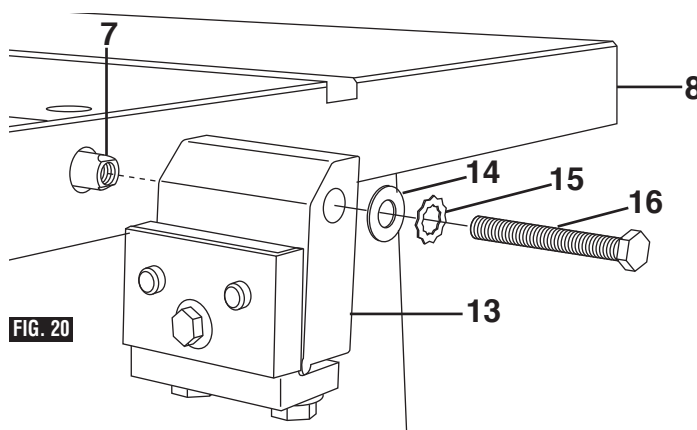

FIG. 20
1. From among the loose parts, locate the following hardware (Fig. 20).
1. Align flats on inside of spreader support assembly **13** with flats on end of pivot rod **7** located on back side of table **8** and securely fasten to pivot rod **7** using the 1/4-20 x 2" long hex bolt **16**, 1/4" external tooth lockwasher **15** and flat washer **14** (Fig. 20).
1. Mettez les méplats aménagés à l'intérieur de l'ensemble de support du séparateur **13** en face de ceux de l'axe de pivot **7** situé à l'arrière de la table **8** et fixez fermement l'ensemble à l'axe de pivot **7** avec le boulon à tête hexagonale de 1/4 po –20 x 2 po de long **16**, la rondelle éventail à dents externes de 1/4 po **15** et la rondelle plate **14** (Fig. 20).
1. Alinee las superficies planas que están en el interior del ensamblaje de apoyo del separador **13** con las superficies planas que están en el extremo de la varilla de pivote **7** ubicada en el lado trasero de la mesa **8** y sujételas firmemente a la varilla de pivote **7** utilizando el perno de cabeza hexagonal de 1/4-20 x 2 pulgadas de longitud **16**, la arandela de seguridad dentada externa de 1/4 de pulgada **15** y la arandela plana **14** (Fig. 20).